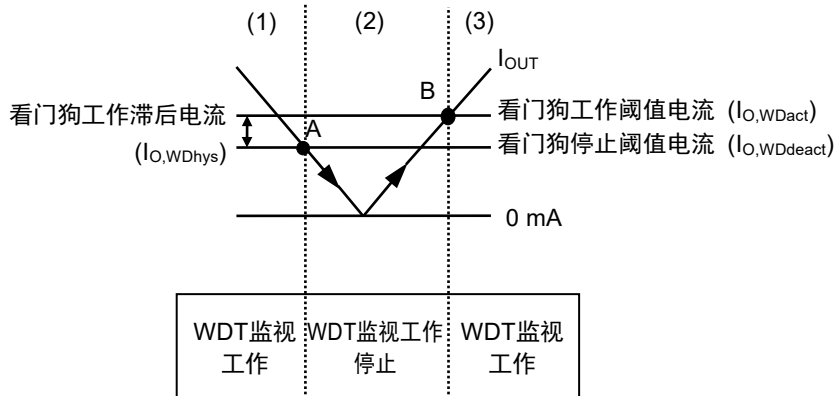

图38 自律看门狗工作功能
- (1) 稳压器的 I_{OUT} 大于或等于看门狗工作阈值电流 ($I_{O,WDact}$)，并且WADJ端子电压 (V_{WADJ}) 高于基准电压 (V_{ref}) 时，比较器 (C1) 的输出变为 "H"。此时，看门狗定时器进行监视工作。
- (2) 当 I_{OUT} 降低到小于或等于看门狗停止阈值电流 ($I_{O,WDdeact}$) (图38的A点) 时， V_{WADJ} 也降低到小于或等于 V_{ref} ，C1的输出变为 "L"。此时，看门狗定时器停止监视工作。即使 I_{OUT} 上升，在未达到 $I_{O,WDact}$ 时，看门狗定时器保持停止监视工作的状态。